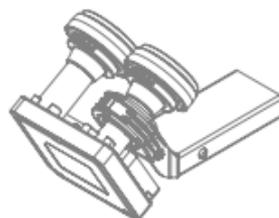

Fig. 2
2. Ustaw właściwy kąt skrętu konwertera, obracając konwerter w uchwycie w kierunku zgodnym lub przeciwnym do ruchu wskazówek zegara: kąt skrętu konwertera (K) jest zależny od miejsca instalacji anteny satelitarnej i satelity, który ma być odbierany. Przykładowo do odbioru Hotbird 13°E w Warszawie, wynosi on 6° zgodnie z ruchem przeciwnym do ruchu wskazówek zegara. Dokładną regulację ustawienia kąta skrętu, należy wykonać posługując się miernikiem sygnału satelitarnego lub wskazaniami pomiaru sygnału z dekodera (Rys. 2).